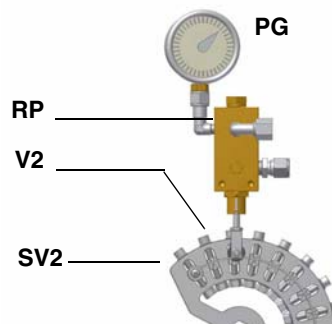

Fig. 27
- 9 para obtener el caudal máximo del aceite, regular la presión (leyendo el valor en el manómetro PG), sin modificar el caudal de aire establecido durante la calibración en funcionamiento con gas (véase apart. anterior): controlando siempre los valores de combustión, intervenir en el tornillo del sector variable correspondiente al aceite **SV2** (véase Fig. 27) una vez alcanzada la posición de llama alta.